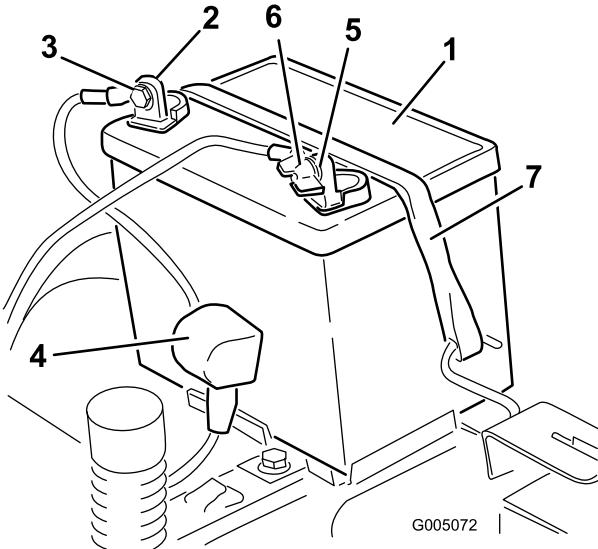

Bild 37
4. Klemmen Sie das Minuskabel (schwarz) vom Batteriepol ab (Bild 37). Bewahren Sie alle Befestigungen auf.
vom Batteriepol ab (Bild 37). Bewahren Sie alle Befestigungen auf.
- Nehmen Sie die Batterieklemme ab (Bild 37) und heben Sie die Batterie aus dem Ständer heraus.
- Legen Sie die Batterie in den Ständer, wobei die Klemmen zur Betriebsstellung weisen (Bild 37).
- Befestigen Sie die Batterie mit der Befestigung (Bild 37).